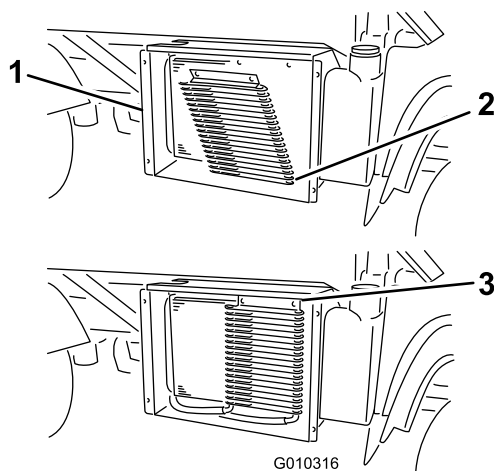

図 59
3. ラッチを外し、オイルクーラを装備している場合にはそれを倒してラジエーターから遠ざける図 59。